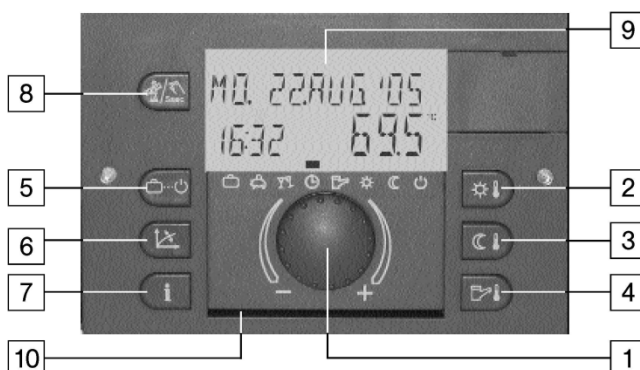

Abb. 73: Bedieneinheit
Legende zu Abb. 73:
Die Emissionsmessung ist 20 Min. aktiv. Sie kann durch erneutes Drücken der Taste Emissionsmessung ⑧ (s. Abb. 73, Seite 68) vorzeitig beendet werden.
- ➡ Drücken Sie die Taste Emissionsmessung ⑧ zur Kontrolle der Abgaswerte.